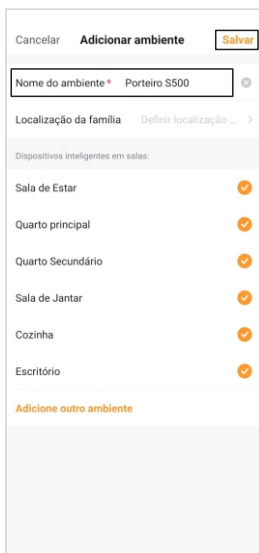
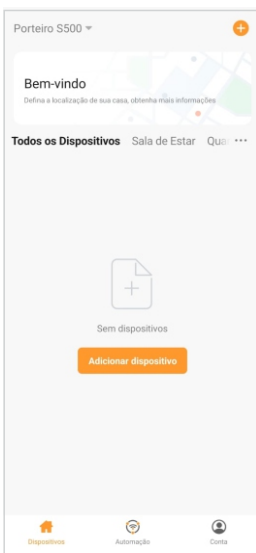

Figura 4
Figura 5
3. Defina um nome para o ambiente e então clique em “Salvar”(figura 4)da próxima página. Pronto! O seu novo ambiente está criado, agora basta adicionarmos o controle de acesso ao novo ambiente (figura 5) da próxima página.